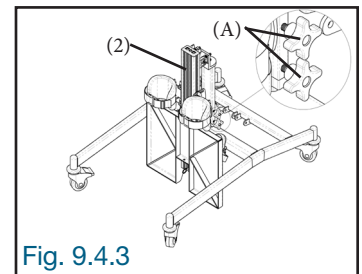

Fig. 9.4.3
9.4.3 Resserrer fermement les boutons (A) du châssis (2) (Fig. 9.4.3).